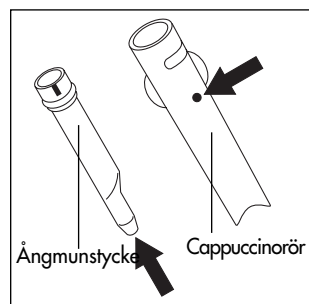

Fig. 27
- Kontrollera att de två hålen vid pilarna i fig. 27 inte är tilltäppta. Rengör dem vid behov med hjälp av en nål.